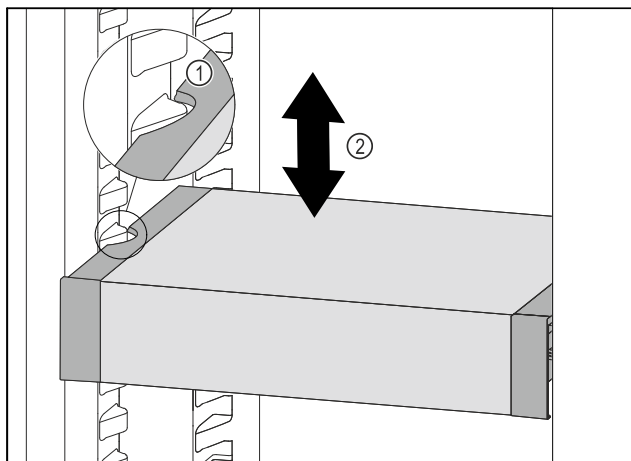

Fig. 113
- Изтеглете VarioSafe напред, докато страничните прорези на VarioSafe се намират на височината на реброто на съда в хладилната част. Fig. 113 (1)
- Преместете VarioSafe нагоре или надолу в хладилната част, докато се достигне желаната височина. Fig. 113 (2)